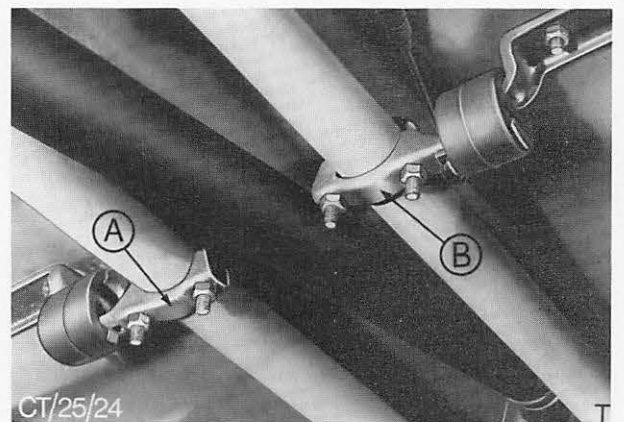

Abb. 10 A = Einbaulage – Auspuffhalter rechts
9. Rechten Halteflansch auf das Vorderrohr schieben. Auspuffhalter am Auslaßrohr des Vorschalldämpfers anbringen, Abb. 10. Klemmuttern noch nicht festziehen, damit der Halter beim Einhängen an der Bodengruppe genau ausgerichtet werden kann.